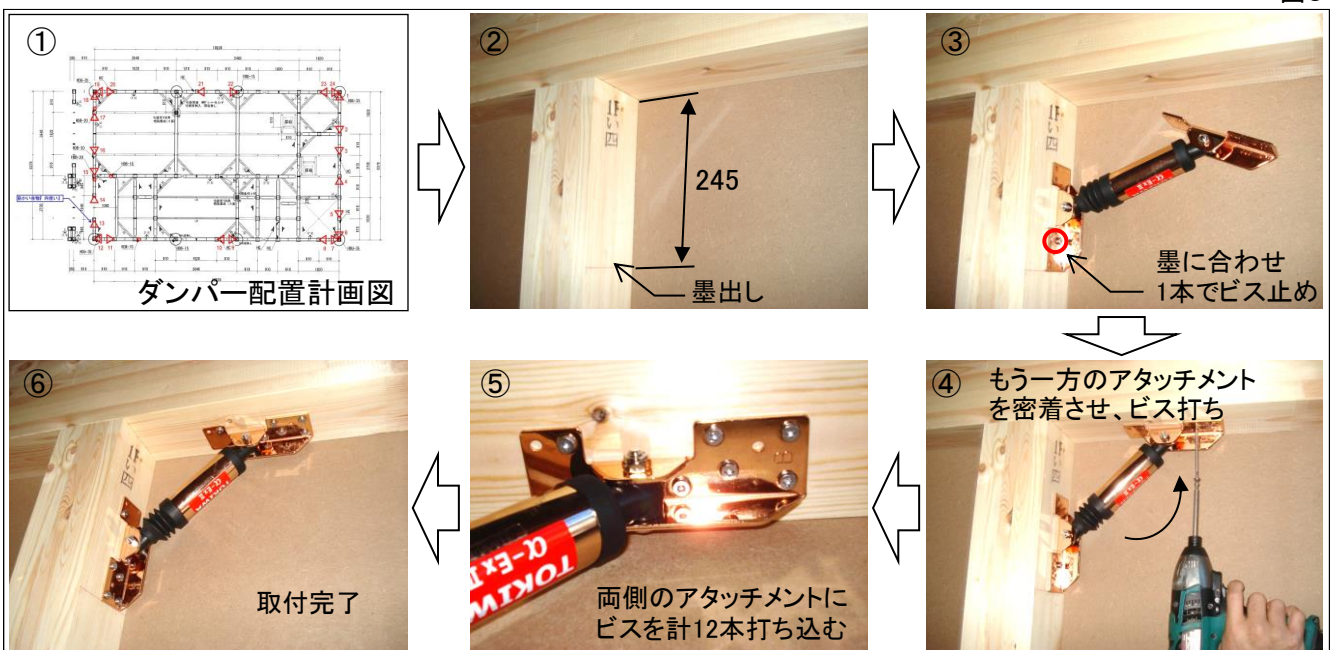

図3
- ④ 本体を押え、ビスを取付けた逆側のアタッチメントを柱等に密着させてください。(約45°にセットされます。)
- ⑤ **片側6本計12本のビスを打ち込んでください。**(図3・図4参照)